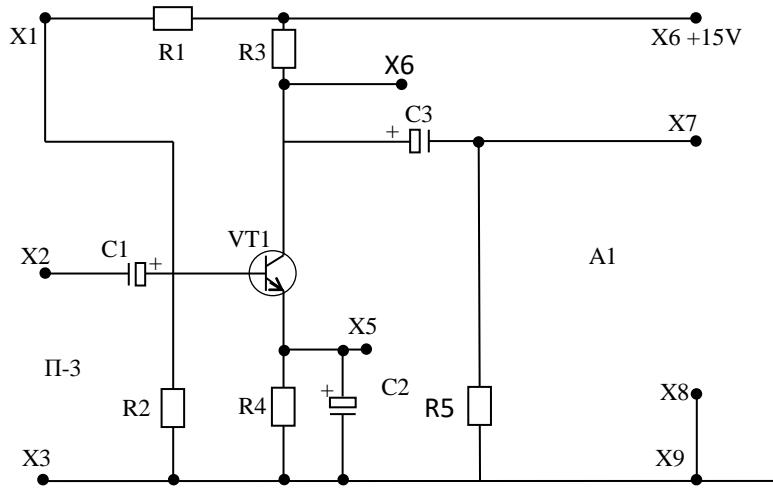

Рис. 1
1.1. Собрать схему А1 (рис. 1).